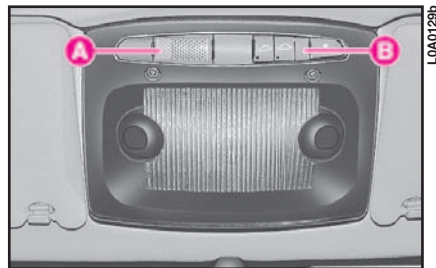

fig. 190
2) Estrarre i tappi **A** e **B** (fig. 190) della plafoniera anteriore, inseriti a pressione, facendo leva con un cacciavite sul lato esterno.